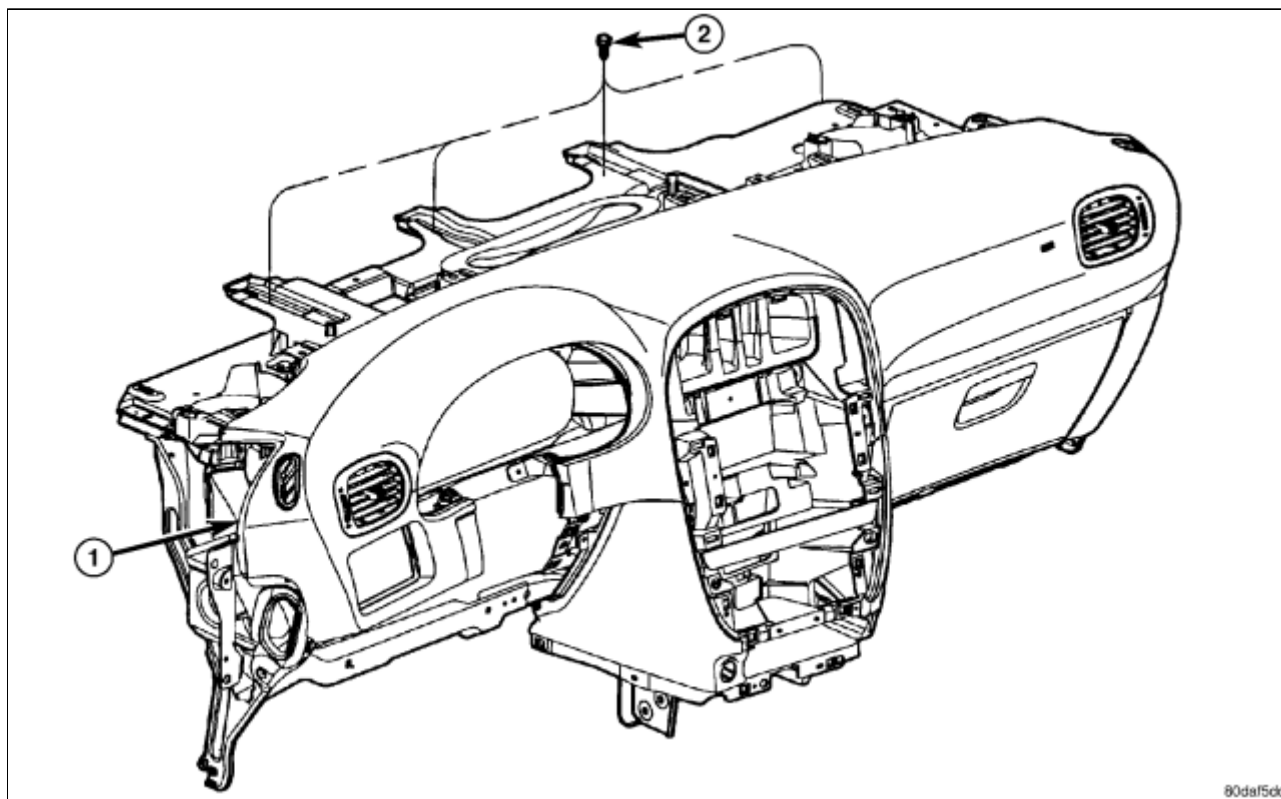

图 2 仪表板拆卸
- 9. 拆卸将缓冲板框架连接到风挡玻璃开口出仪表板的螺钉(图 2)。